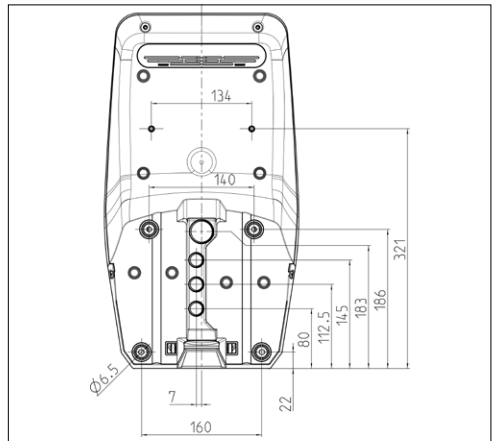

Bild: 10. Borrått [mm]
- ▶ Markera fastsättningshålerna med hjälp av den medföljande borrmallen eller bilden "Bild: 10. Borrått".